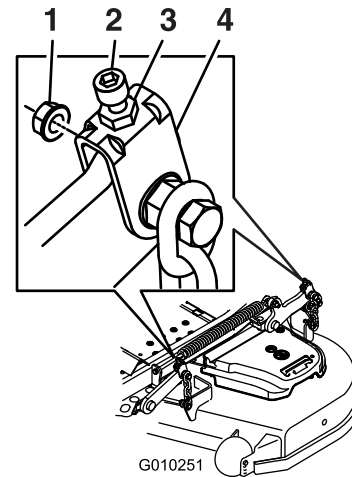

Figure 95
11. Pour les tabliers de coupe montrés à la Figure 95, ajustez précisément le serrage de l'écrou de réglage sur l'ensemble de relevage du tablier avant (Figure 95).